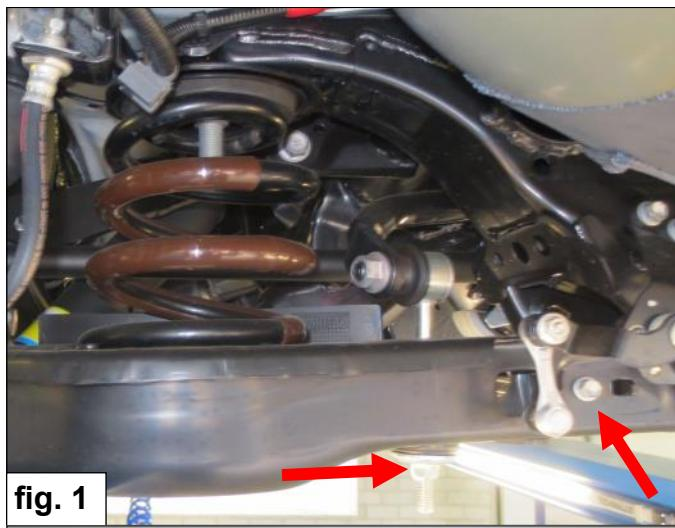

fig. 1
- Maak de bevestigingen van de stabilisatorstang aan de draagarmen los en wanneer aanwezig de sensorbeugel op de linker draagarm. Zie fig. 1.
- Dismount the fastening of the stabilizer bar to the wheel arm and when present the sensor bracket on the left wheel arm. See fig. 1.
2. Demontieren Sie die Befestigung der Stabilisator Stange zu den Tragarm und wenn vorhanden, die Halterung des Sensors auf der linken Tragarm. Siehe Abb. 1.
2. Détachez les fixations de la barre antiroulis des bras de suspension et quand il est présent le support de capteur sur le bras de support. Voir fig. 1.